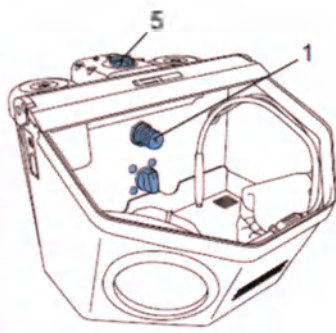

Рис.34
7. Настройка рабочего давления (рис.34)
- При помощи регулятора давления (1) установить соответствующее давление. Индикация давления производится на манометре (5).